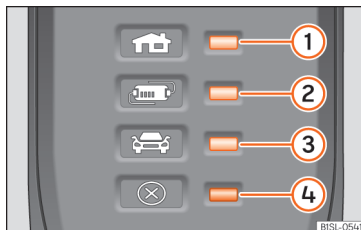

Fig. 67 En el cable de carga para tomas de corriente: Testigos de control en el dispositivo de protección.
» » **fig. 67:**
» » **fig. 67** hace que el conector de carga permanezca sin corriente hasta que se enchufa en la toma de carga del vehículo.
Uno o varios testigos de control »» fig. 67 ①, ② o ③ se iluminan en verde.
Indicación »» fig. 67	Significado
①, ④ parpadean	El conector para la vivienda se ha calentado mucho.
②, ④ parpadean	El dispositivo de protección se ha calentado mucho.
Si el proceso de carga continúa con una corriente inferior, además del indicador de funcionamiento, parpadea el testigo de advertencia »» fig. 67 ④ en rojo.
- Si vuelve a producirse una desconexión o reducción de la corriente de carga y la causa no parece ser la exposición a una fuente de calor externa, fíjese en qué testigo de control verde parpadea »» fig. 67. Para la comprobación del cable de carga, acuda a un concesionario SEAT. Para la comprobación de la conexión de la infraestructura, acuda a un establecimiento especializado en instalaciones eléctricas.
Si el testigo de advertencia ④ rojo parpadea o se enciende sin que se encienda a su vez de forma permanente un testigo de control »» fig. 67 ①, ② o ③ el indicador de funcionamiento, hay una avería.